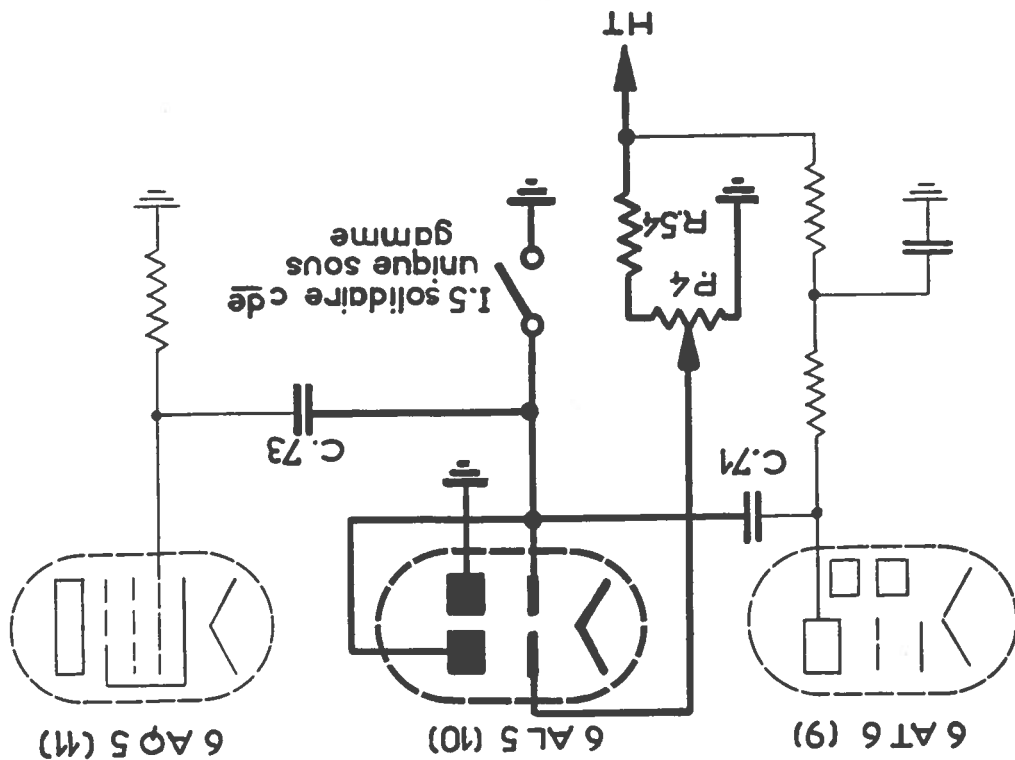

Figure 15. — Etage limiteur.
5.10 ETAGE LIMITEUR (fig. 15).